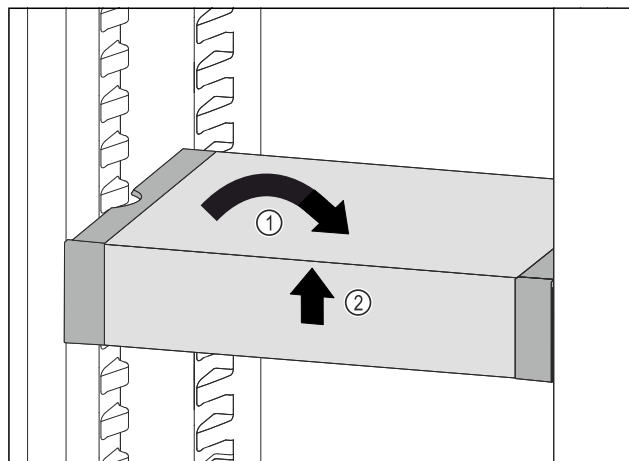

Fig. 123
- ▶ VarioSafe postavte rovně. Fig. 123 (1)
- ▶ VarioSafe vpředu zvedněte. Fig. 123 (2)